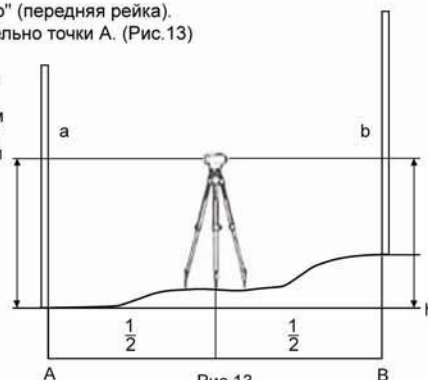

Рис.13
1) Установите прибор приблизительно посередине между точками А и В (Рис.13)
4) Разность отсчетов "а-в" является превышением "h" точки В относительно точки А. (Рис.13)